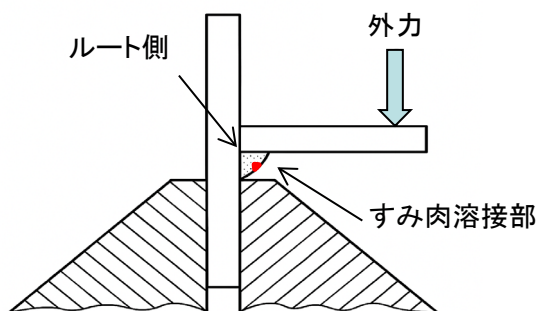

図3 破面試験イメージ その1
- ① 溶接部のルート側が開口する方向に曲げ外力を与えて破断させます(図3)。